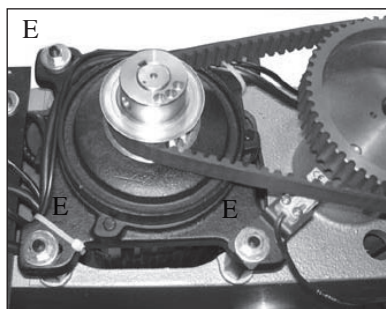

Bild 12
7. Trekk til de fire skruene (E-Fig.12) slik at motoren sitter fast ordentlig.